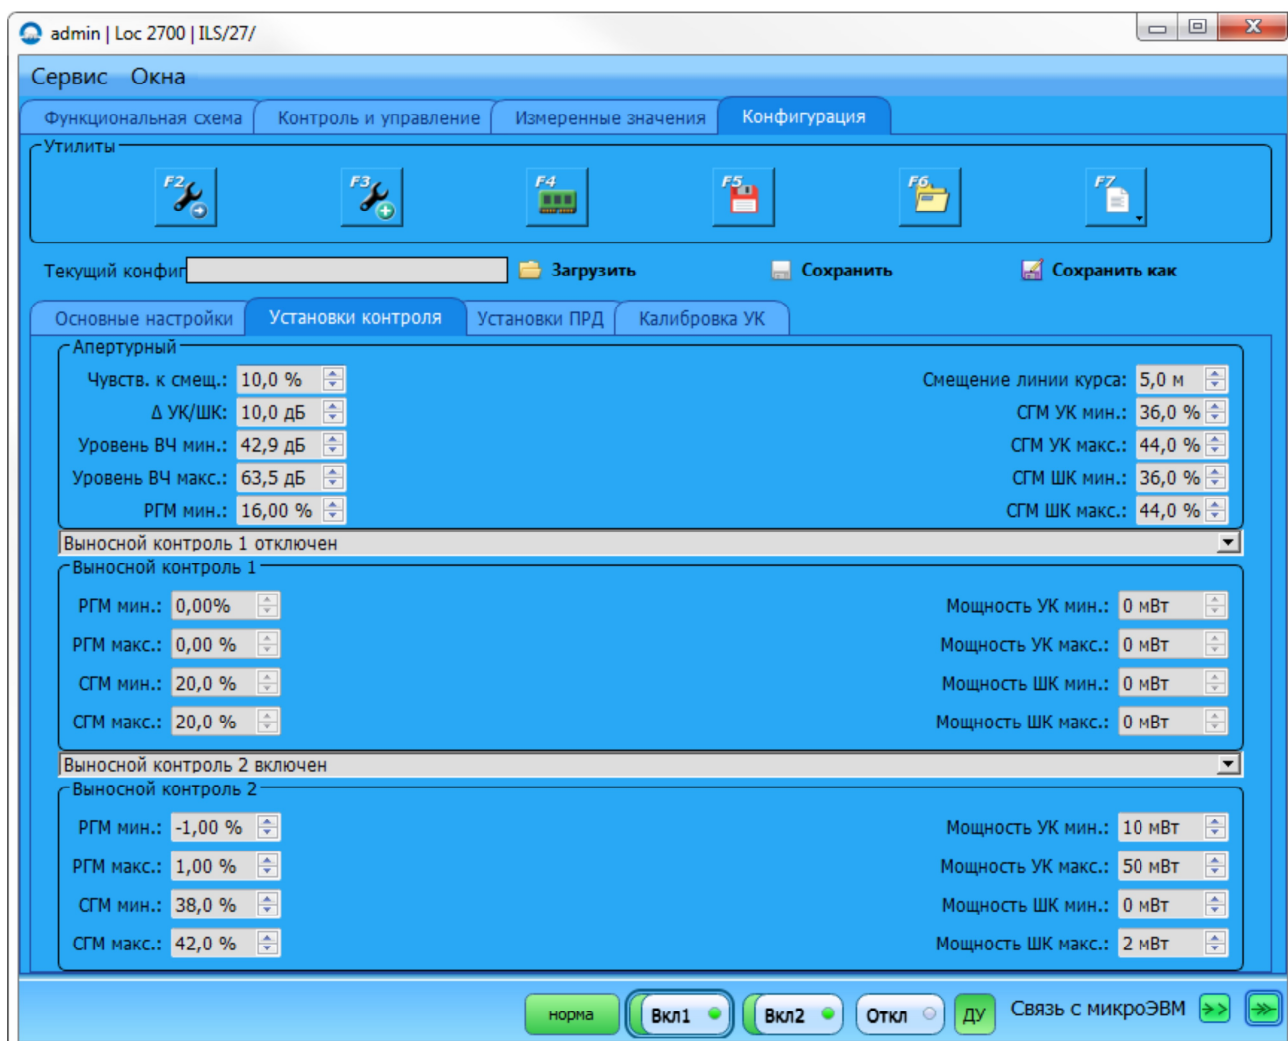

Рисунок 2.7 – Вкладка «Конфигурация» – «Установки контроля»
2.6.2.3 Вкладка «Конфигурация» – «Установки контроля» (рисунок 2.7) предназначена для установки аварийных допусков по апертурному и выносному контролю, которые допускается изменять во время проведения летной проверки. Изменять значения допусков может пользователь с уровнем доступа инженер.